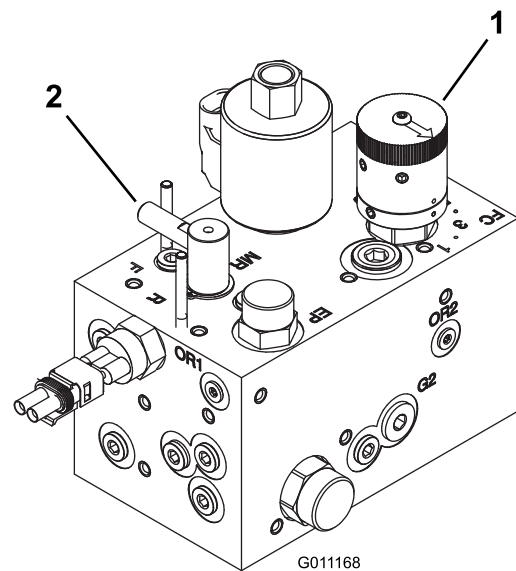

**Bild 49**
2. Heben Sie die Abdeckung vom Steuerarm ab (Bild 49).